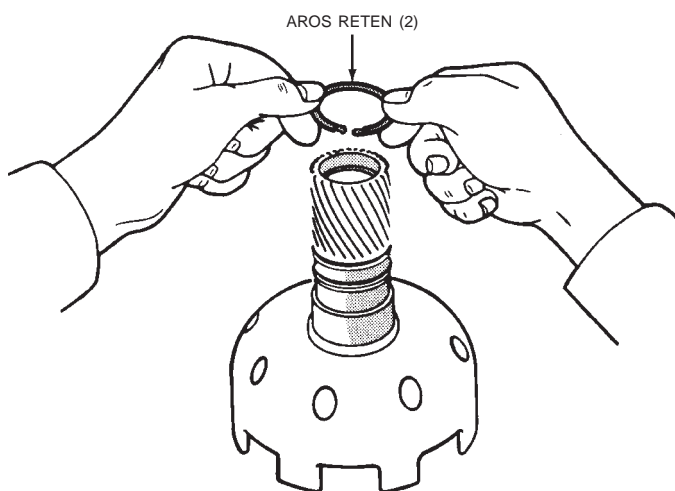

Fig. 263 Desmontaje e instalación de los aros retén del engranaje solar
(4) Retire los dos aros retén del engranaje solar (Fig. 263).